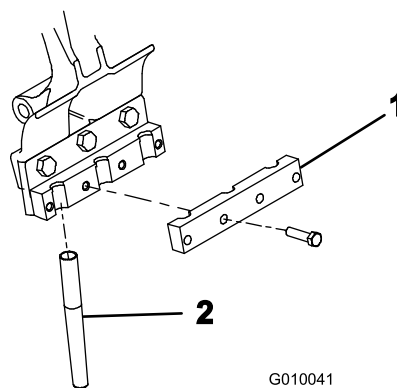

Figura 24
4. Instale provisionalmente una abrazadera de taladros en cada portataladro con 4 pernos de 3/8 x 1-1/2 pulgadas (Figura 24). No apriete los pernos.